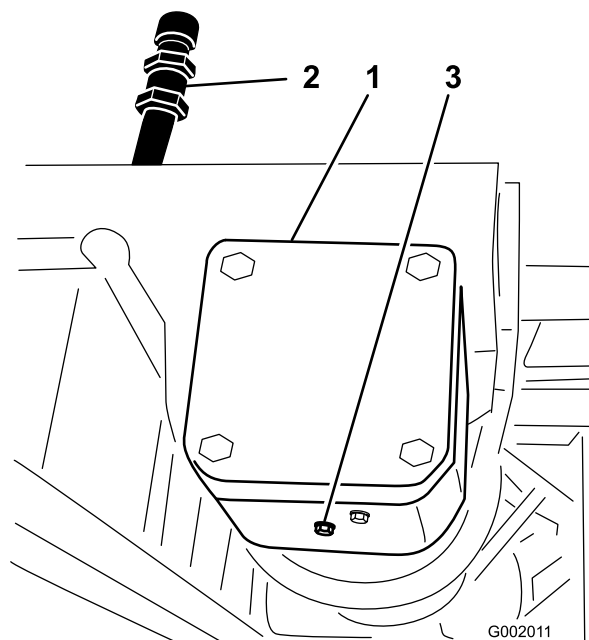

Figura 67
2. Mettete una bacinella sotto il tappo di spurgo, sulla scatola ingranaggi della trasmissione della pompa (Figura 67).
3. Togliete il tappo di riempimento ed il tappo di spurgo (Figura 67), e lasciate defluire l'olio nella bacinella.